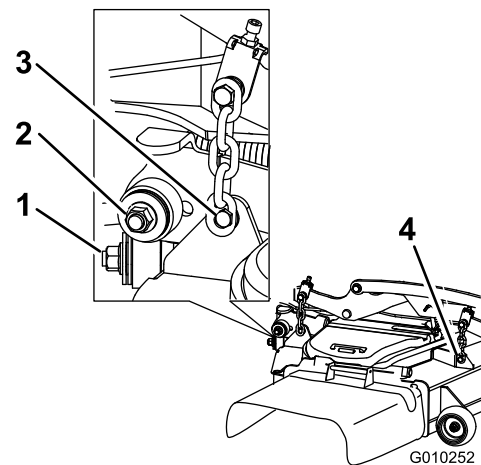

**Figura 100**
5. Levante la chapa de suelo e introduzca una llave dinamométrica en el taladro cuadrado del brazo tensor de la carcasa (Figura 100).
6. Gire cuidadosamente el brazo tensor de la carcasa en sentido horario y retire la correa del cortacésped (Figura 100).